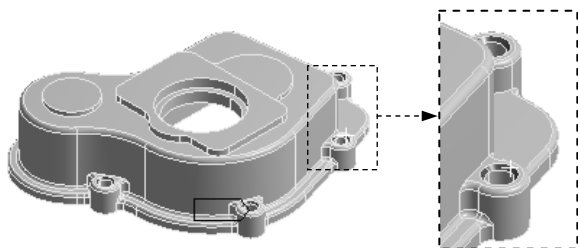

图 2.6.18 命名选择集 chamfer-selection (二)
(3) 在“Outline”窗口中单击 ☒ chamfer-selection 节点, 系统切换到“Worksheet”窗口, 采用系统默认参数设置, 单击 按钮。
(4) 打开 Graphics 选项卡, 切换到几何显示界面, 结果如图 2.6.18 所示。